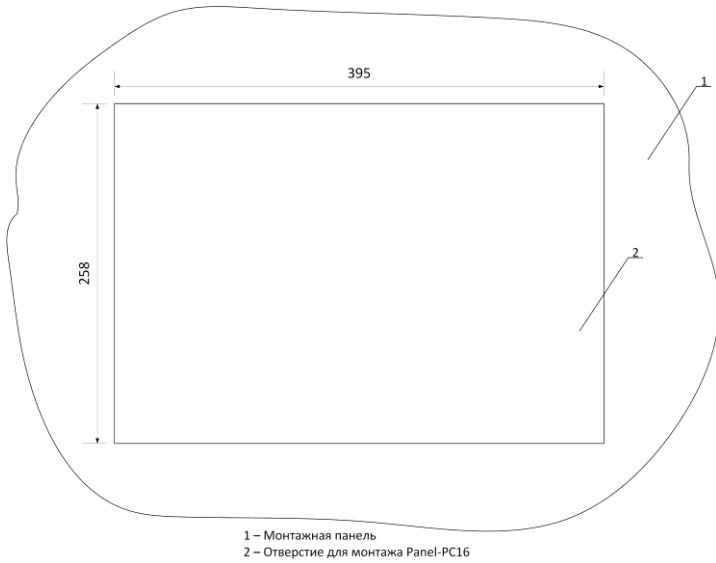

Рис. 3.1. Монтажное отверстие для Panel-PC16-I
- установить в прямоугольное отверстие путем врезания в переднюю панель шкафа. Для крепления промышленного ПК на монтажной панели, или двери шкафа, используются зажимы с винтами, которые входят в комплект поставки. Размеры отверстия в зависимости от диагонали приведены на рис. 3.1 – рис. 3.5.